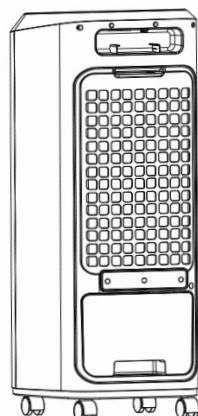

Imagen 3
4. Vuelva a poner el depósito de agua en el producto aproximadamente un cuarto de su lugar y, a continuación, fije el marco de la bomba. Finalmente empuje el depósito hacia la parte trasera del producto como se indica en la imagen 3.